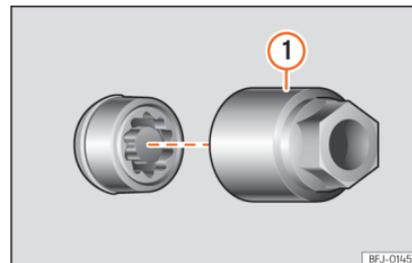

Abb. 44 Diebstahlhemmende Radschraube mit Abdeckkappe und Adapter
- Schieben Sie den Spezialadapter »» **Abb. 44** ① (Bordwerkzeug »» Seite 44) bis zum Anschlag in die diebstahlhemmende Radschraube. »»